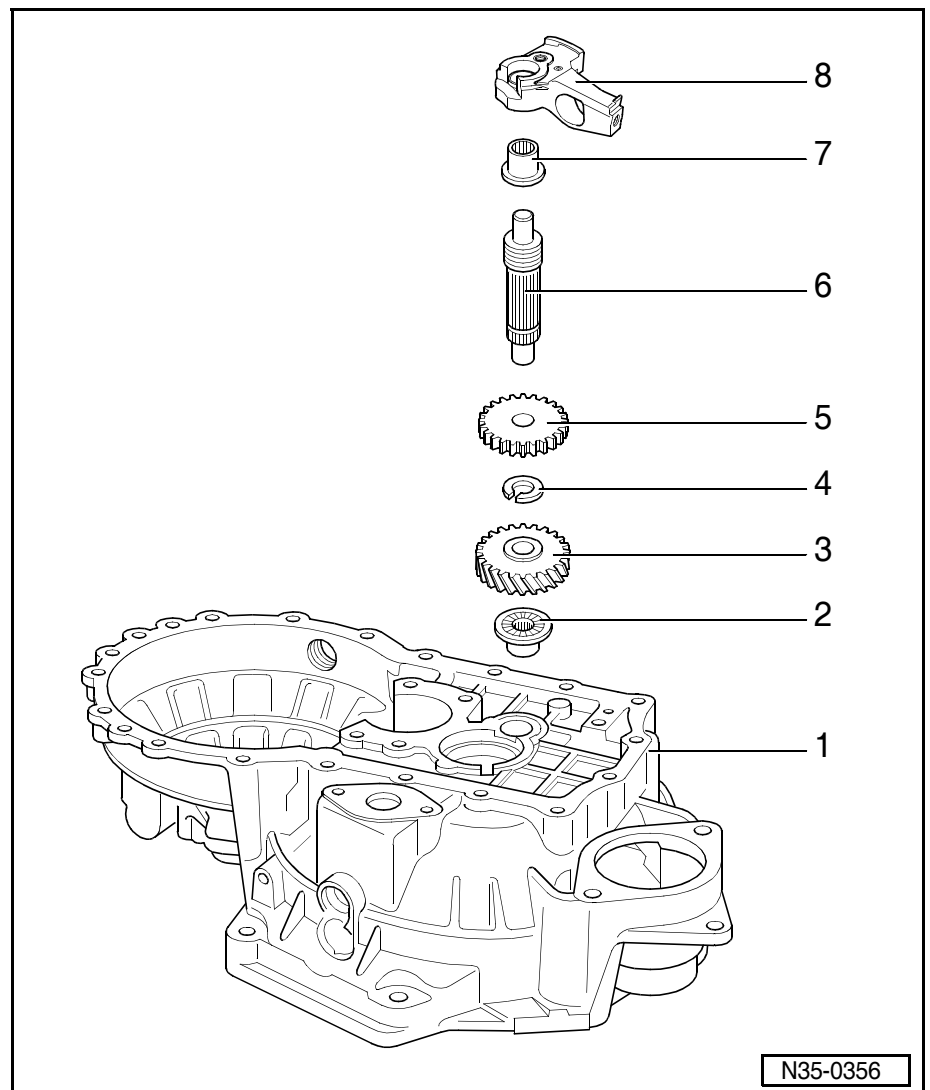

Fig. 1: Extraire la douille a aiguilles du carter d'em-brayage ►
- Extraire ⇒ Fig. 1 au **35-3** page 2